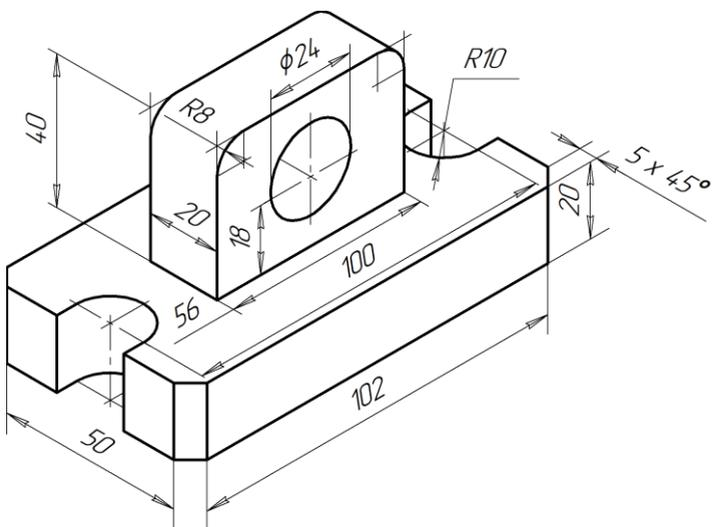
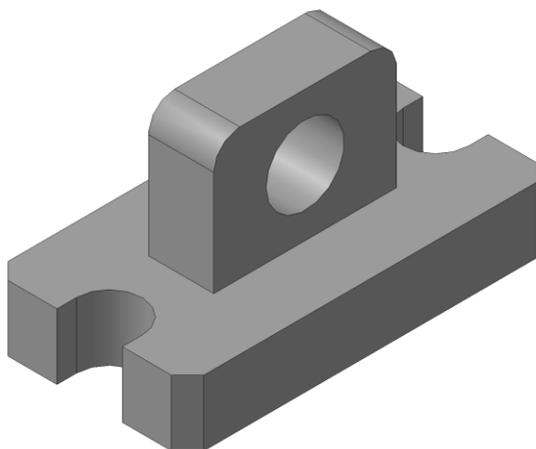

Рисунок 86
Рисунок 87
1. Создайте 3D-модель с элементами скругления и фасками (рисунок 86, рисунок 87).